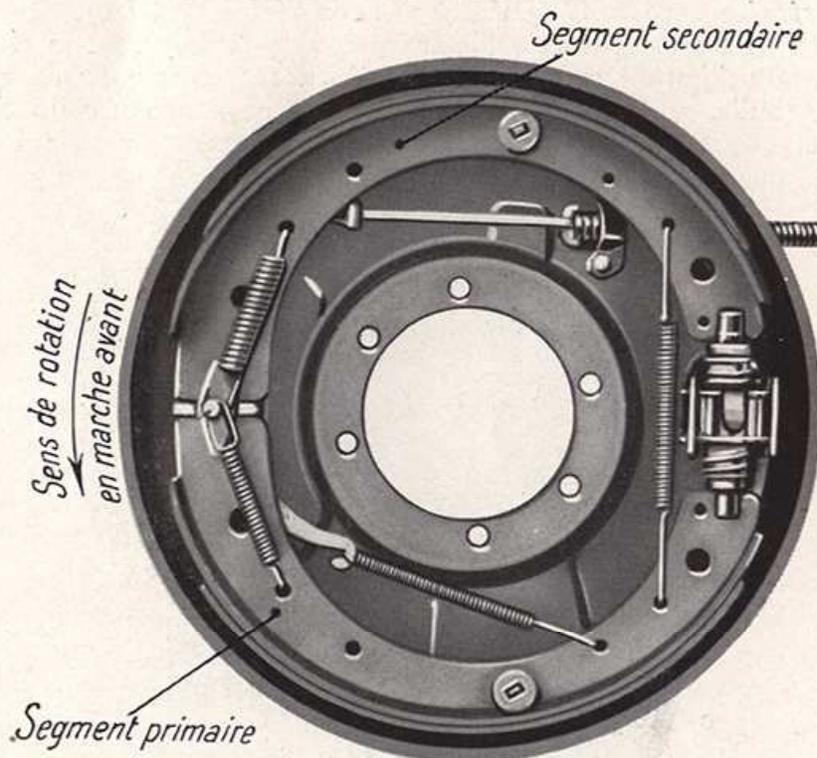

Fig. 18.
c) Remonter les segments garnis à neuf *en évitant aux garnitures tout contact avec de la graisse ou de l'huile. Attention à l'emplacement des segments primaire et secondaire, voir Fig. 18.*